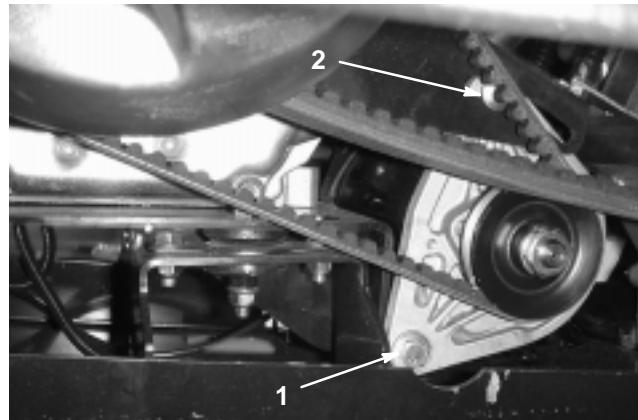

Bild 38
2. Lockern Sie die Schwenkschraube an der Starter-Lichtmaschine (Bild 38).
| 3. Setzen Sie ein Stemmeisen zwischen der Motorbefestigung und dem Starter ein. Lockern Sie die Klemmmutter an der Schlossschraube (Bild 38). | |
| 5. Ziehen Sie dann die Mutter an der Schlossschraube fest und entfernen das Stemmeisen. Ziehen Sie die Schwenkschraube an der Starter-Lichtmaschine fest (Bild 38). | |